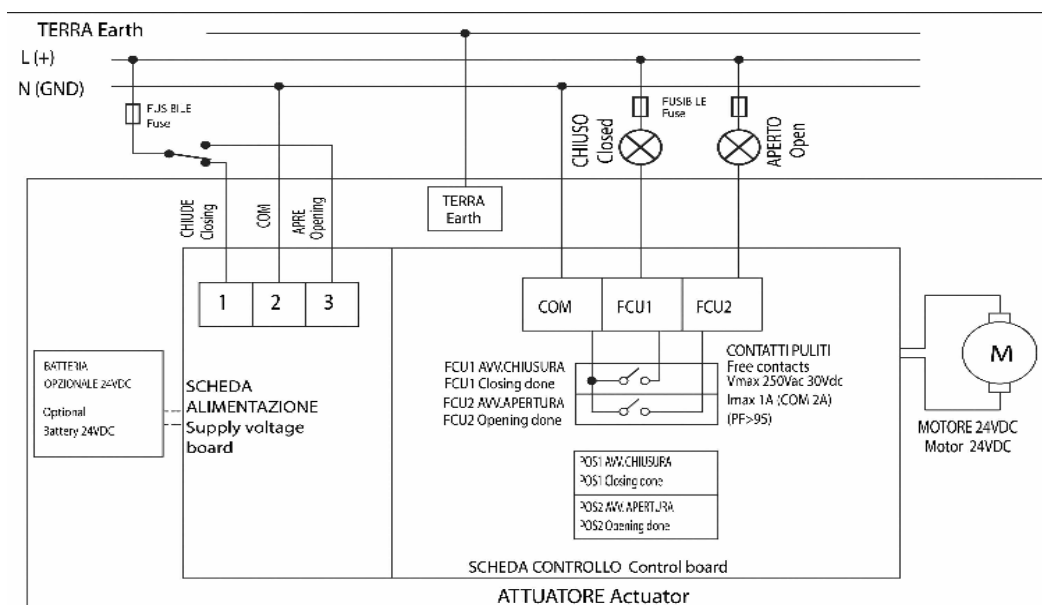

Рис. 5 Электрическая схема обвязки приводов
4.5 Электрическая схема (рис.5)